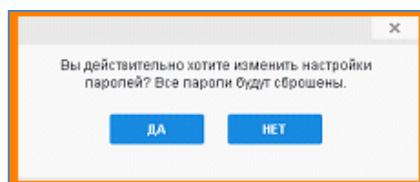

Рисунок 45 - Модальное окно сохранения новых настроек паролей
- 5) Для применения новых настроек паролей в появившемся модальном окне нажмите на кнопку «Да» (все текущие пароли будут сброшены, при повторном входе в систему, будет предложено ввести новый пароль), чтобы отменить действие, нажмите на кнопку «Нет» или закройте модальное окно (Рисунок 45).